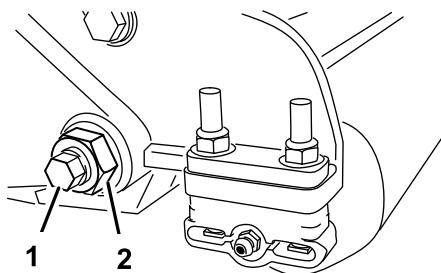
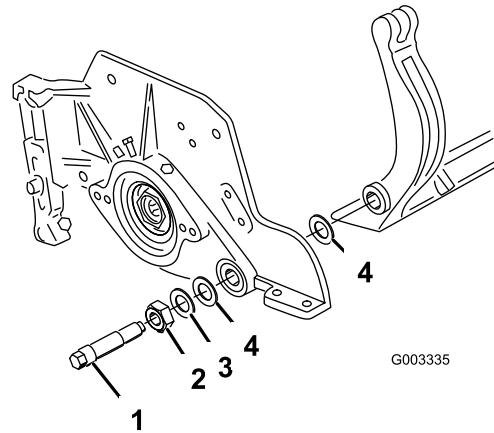

Figure 26
Figure 27
3. De chaque côté de la machine, desserrez le contre-écrou de fixation du boulon de la barre d'appui (Figure 26).
4. Retirez les boulons de la barre d'appui de façon à pouvoir abaisser la barre et la déposer de la machine (Figure 26). Mettez de côté les 2 rondelles en nylon et la rondelle en acier estampé situées de chaque côté de la barre d'appui (Figure 27).
2. Fixez la barre d'appui sur chaque plaque latérale avec les boulons (munis d'écrous) et 6 rondelles. Une rondelle en nylon doit être placée de chaque côté du bossage de la plaque latérale. Placez une rondelle en acier à l'extérieur de chaque rondelle en nylon (Figure 27). Serrez les boulons de la barre d'appui à 37–45 Nm. Serrez les contre-écrous jusqu'à ce que les rondelles en acier extérieures cessent de tourner et qu'il n'y ait plus de jeu axial ; toutefois, ne serrez pas excessivement et ne fléchissez pas les plaques latérales. Les rondelles peuvent présenter un espace à l'intérieur.